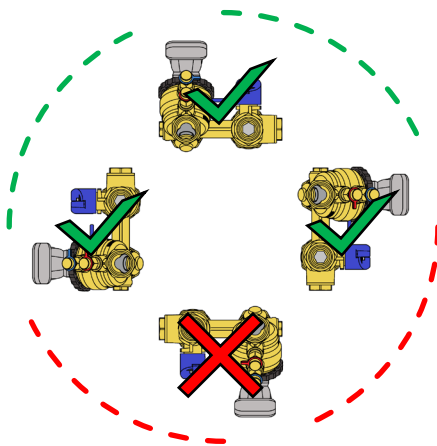

Fig.1
- ⚠ Vanne EvoPICV 91 PICV: pour des raisons de sécurité électrique, si la vanne est équipée d'un actionneur, elle ne peut être installée que dans une position entre verticale et horizontale. L'installation dans une position à l'envers doit être évitée (**Fig.1**);